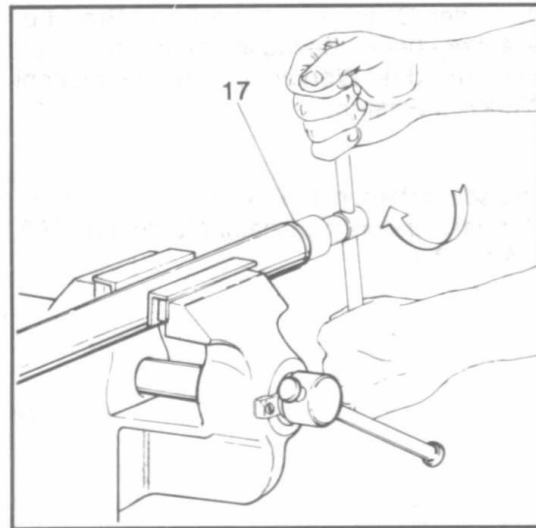

ABB. 2
Den Standrohrverschluss (17) mit dem für den Ausbau verwendeten Sechskantschlüssel (s. Abb. 2) einschrauben.